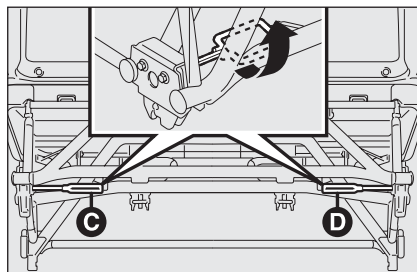

fig. 34
- à partir de la position à paquet, agir sur les leviers **C** et **D**-fig. 34 en les tournant vers l'avant (comme spécifié par l'étiquette adhésive placée sur la traverse inférieure)